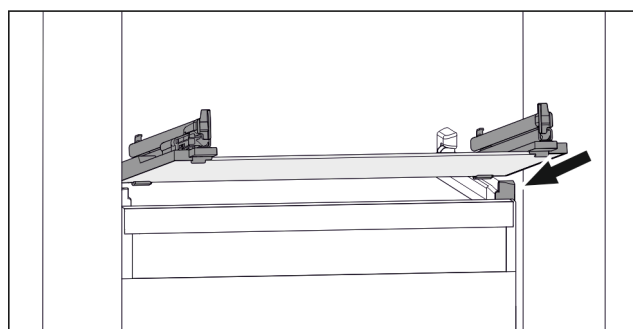

Fig. 89 Vejledende visning af glaspladen
- ▶ Sæt glaspladen skråt bag stoppene. (se Fig. 89)